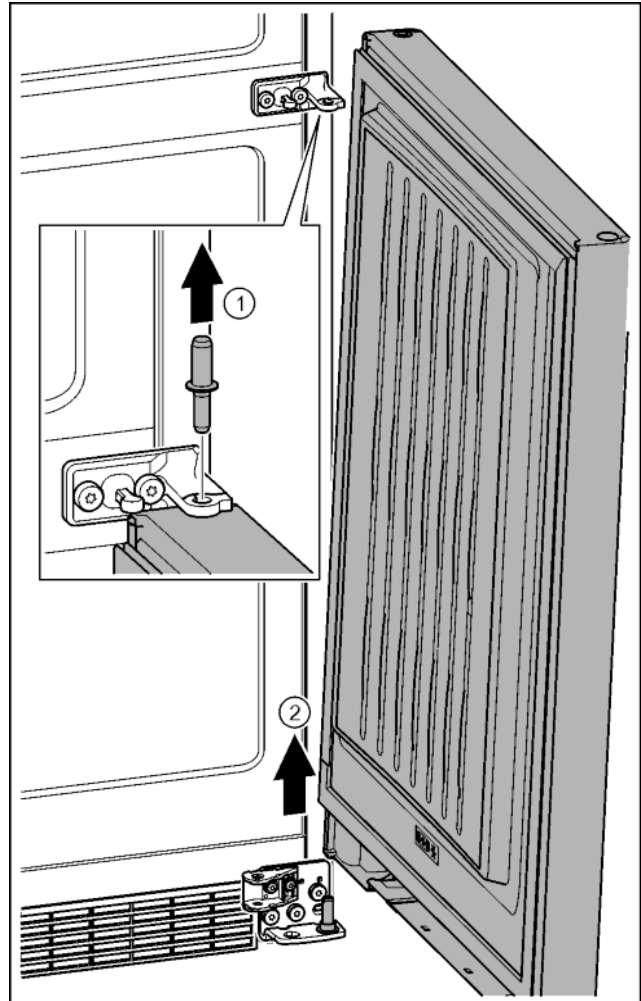

Fig. 21
- ▶ Витягніть гвинт догори. *Fig. 21 (1)*
- ▶ Відкрийте дверцята, зніміть рухом вгору та відкладіть убік. *Fig. 21 (2)*